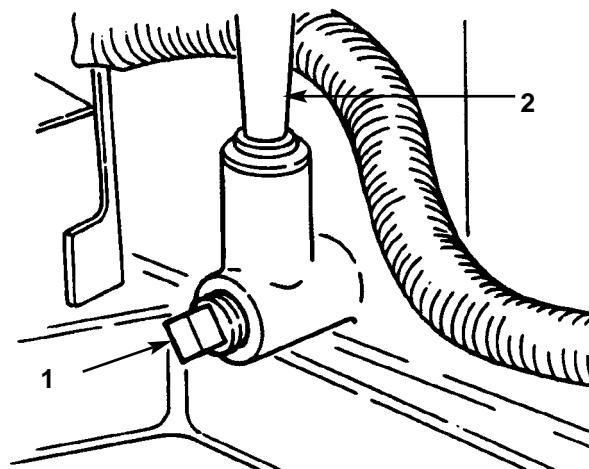

Fig. 33
4. Mettete una bacinella sotto il tubo di riempimento/dell'asta di misurazione del livello dell'olio, e togliete il tappo di spurgo (Fig. 33).